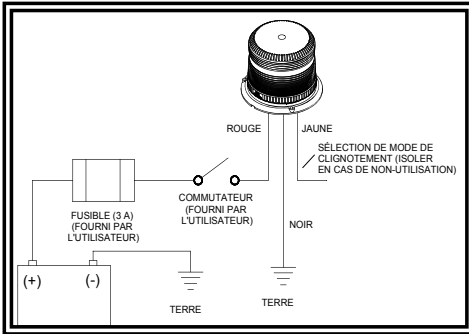

Figure 3
4. Rellez les câbles d'alimentation comme indiqué dans la section sur le câblage (voir figure 3).